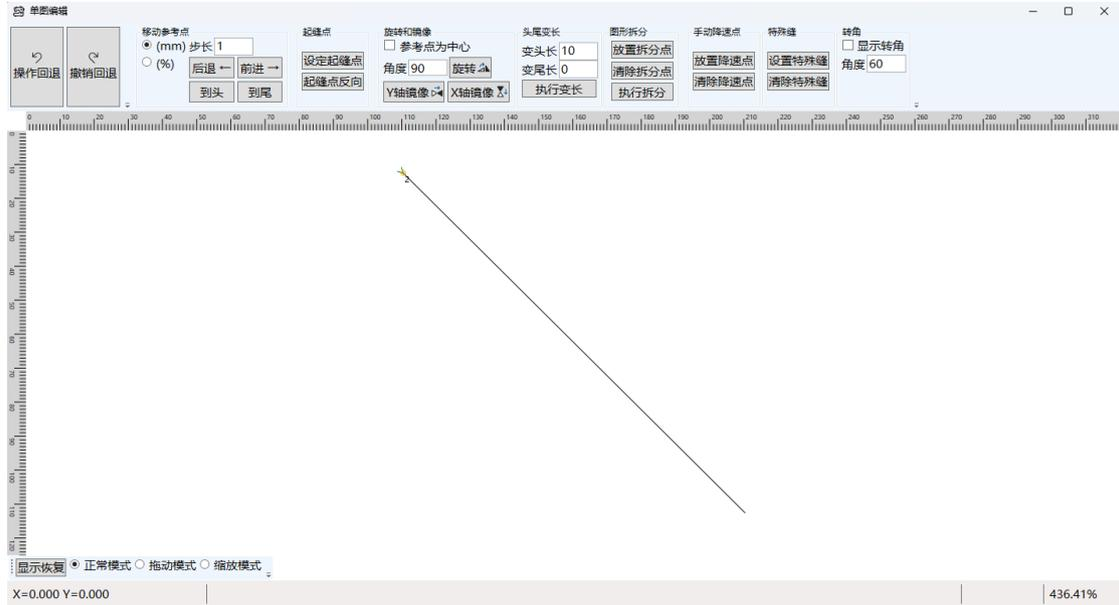

图 5.6 单图编辑
对单个图形进行编辑的操作，进入此页面的方式有三种①主页面下选中一个图形，点击“单图编辑”按键。②在主页面的图形列表中，双击图形名字。③在批量编辑页面下选中一个图形后，点击“单图编辑”按键。单图编辑页面如下图 5.6 所示。